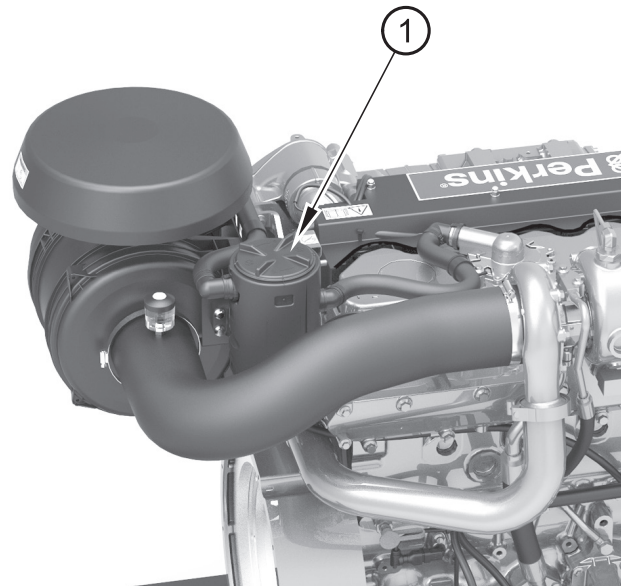

Figura 33
1. Gire el tapón del respiradero (figura 33, elemento 1) hacia la izquierda y retírelo del cuerpo principal.